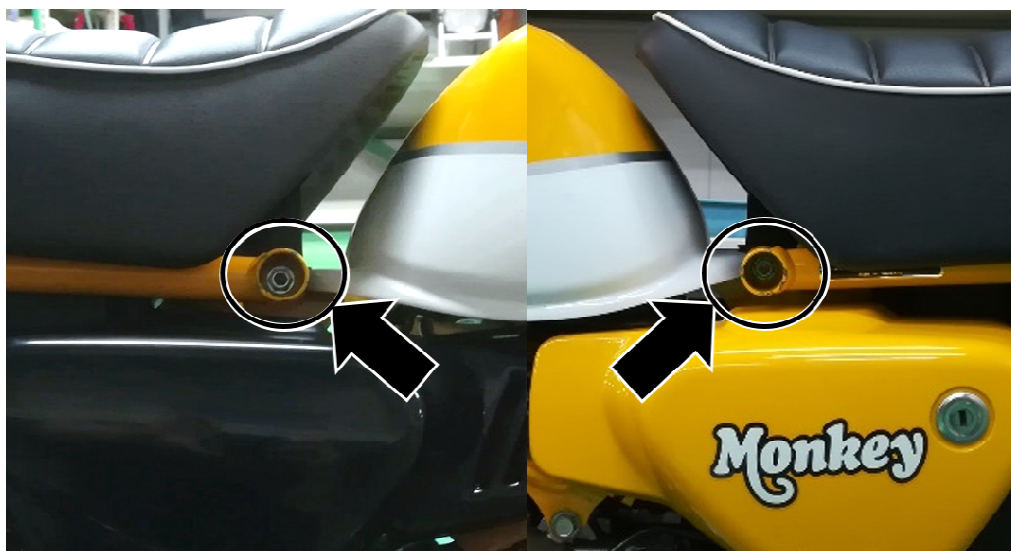

Fig.1
1. Degrease and clean inside of pipes shown in Fig.1 with parts cleaner.
1. 図1で示す矢印のパイプ内部をパーツクリーナーで脱脂します。